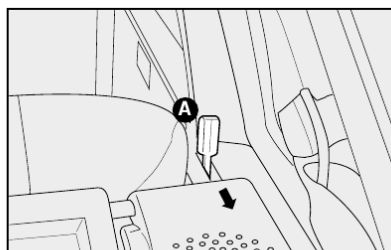

fig. 62
- 2) Desengatar o encosto, movendo as alavancas laterais A-fig. 62 no sentido da seta.